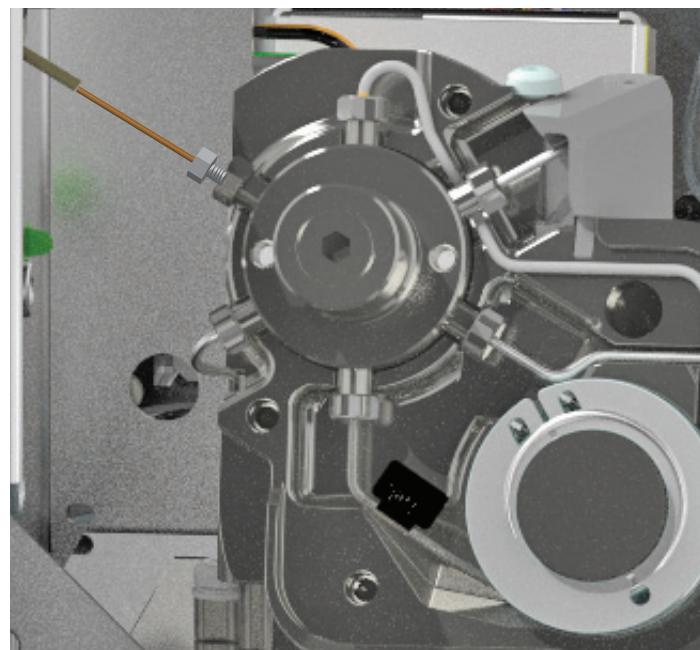

Figure 28. Ligne de transfert installée dans la vanne à 6 ports
- 14 Guidez doucement la silice fondu dans le raccord réducteur (l'écrou de 1/4 de pouce déjà dans la vanne à 6 ports) jusqu'au bout, jusqu'à ce qu'elle s'arrête. Faites glisser la férule en polyimide et l'écrou de 3/16 de pouce dans l'écrou de 1/4 de pouce. Serrez l'écrou de 3/16 pouce à la main, puis serrez d'un quart de tour supplémentaire. Voir la section Figure 28.